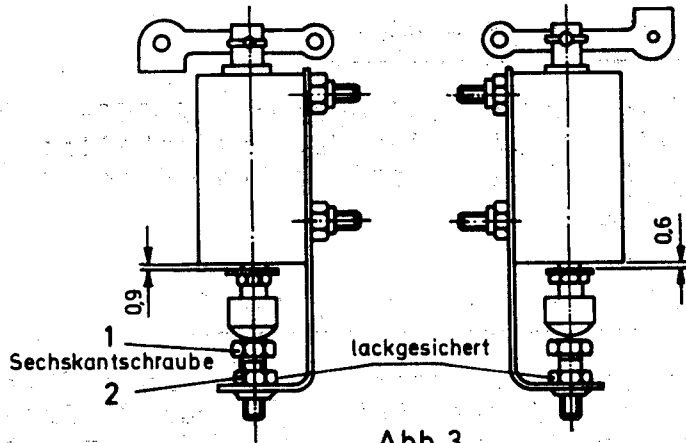

Abb. 3
4.1.3. Magnet, kpl. linke 12-262-3193-6 Magnet, kpl. rechts 12-262-3194-4 (Abb. 3)